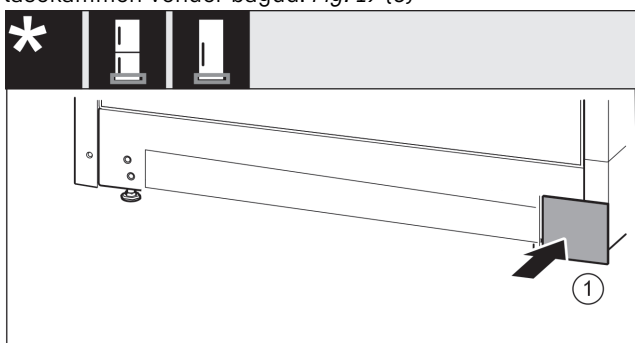

Fig. 20
- ▶ Sæt afdækningen på den anden side igen. Fig. 20 (1)